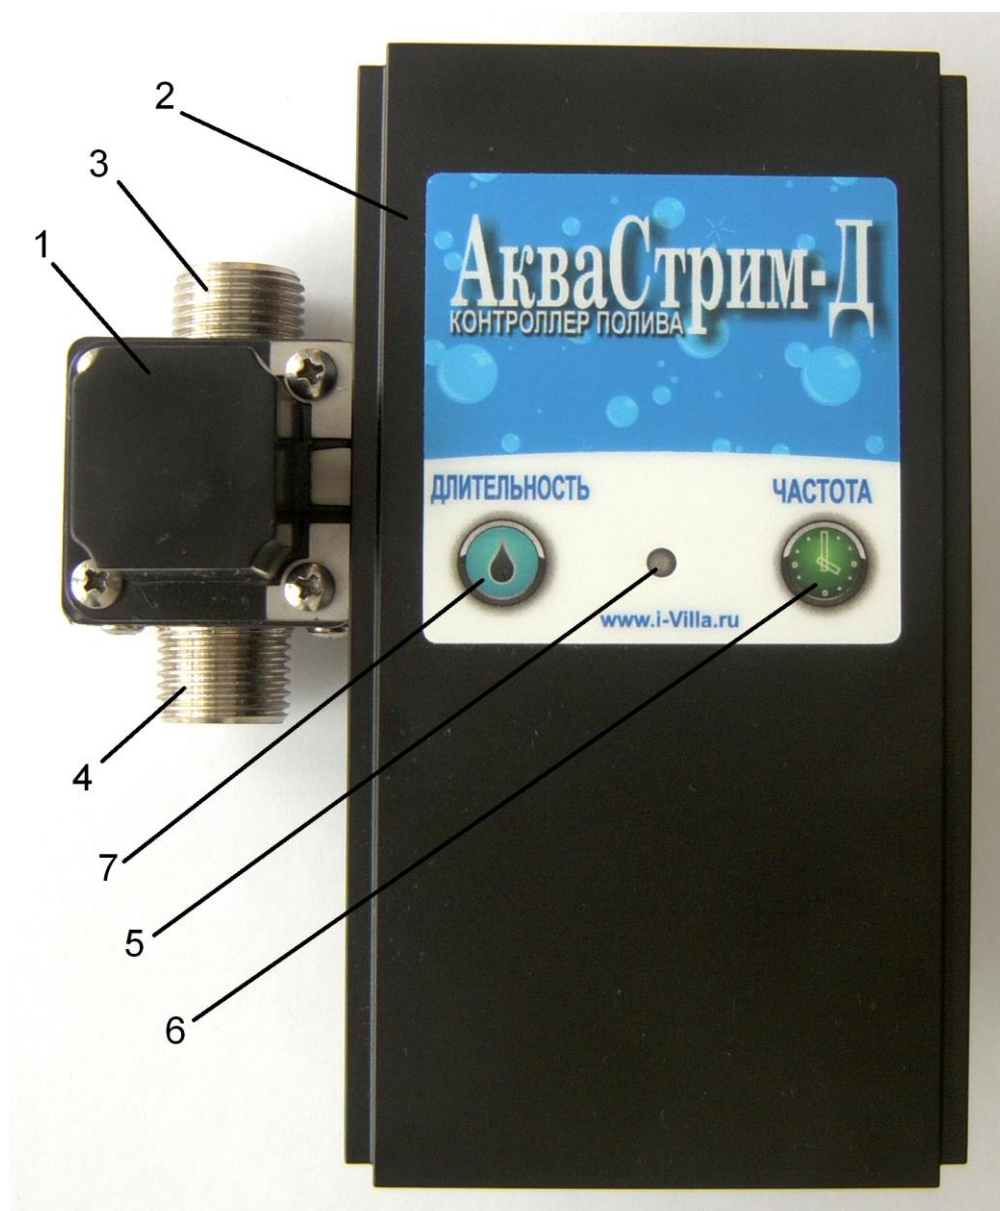

Рисунок 1.
3.6. Включите подачу воды. Логика работы контроллера полива такова, что во время включения питания происходит первый полив. Поэтому, если в поливе нет необходимости, вы можете принудительно прервать текущую сессию полива, нажав кнопку (7) Рис.1. «Длительность полива» и удерживать ее не менее 4 секунд. Произойдет выключение клапана. Следующая сессия полива произойдет по графику.